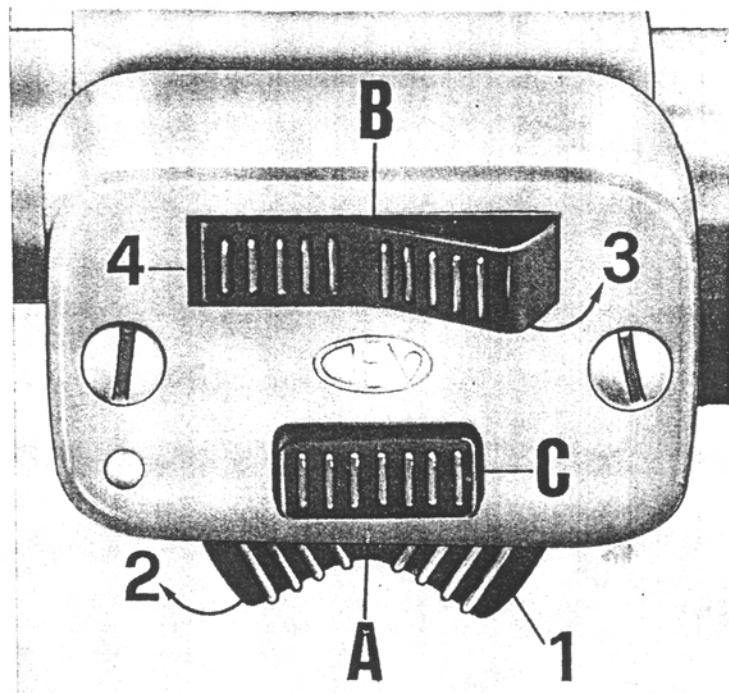

Fig. 9
- Posizione (I) «INTERMEDIA» (chiave girata in senso orario) tra la posizione « 0 » e la posizione « 2 »; chiave estraibile. Questa è la posizione che consente di estrarre la chiave senza che si blocchi lo sterzo.
- Posizione « 2 »: macchina pronta per l'avviamento o macchina in marcia (chiave girata in senso orario), tutti i comandi sono inseriti. Per la marcia diurna non occorre nessuna altra manovra; per la marcia notturna azionare la leva dell'interruttore comando luci (vedere fig. 9).
(vedere fig. 9)